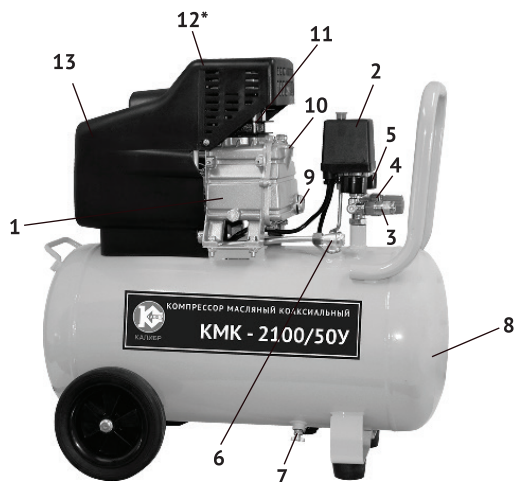
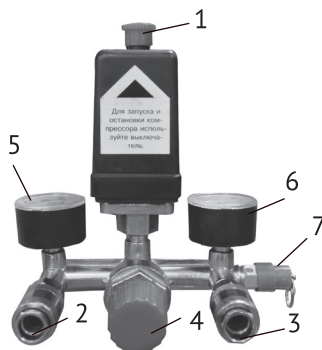

рис. 1
рис. 3
4.1 Общий вид компрессора схематично представлен на рис.1
4.2 Картер компрессорной группы (рис.1 поз.1) с двигателем закреплены на металлическом корпусе ресивера (рис.1 поз.8). Двигатель закрыт пластиковым кожухом (рис.1 поз.13). Вращение якоря двигателя преобразуется кривошипно-шатунным механизмом в возвратно-поступательное движение поршня. Сжатый воздух из выпускного клапана цилиндра подаётся в ресивер. При подключении к быстроразъёмным выходным штуцерам (рис.1 поз.3) коллектора пневмоинструмента, сжатый воздух подаётся к инструменту. Выходное давление в штуцерах регулируется редуктором (рис.1 поз.4) и контролируется манометрами.
При подключении компрессора к сети питания, убедитесь что, выключатель реле давления (рис.3 поз.1) находится в позиции «Выкл», положение «Отжато». Запустите компрессор, переведя выключатель в позицию «Вкл», положение «Нажато». Для обеспечения хорошей работы компрессора при первом запуске
рекомендуется оставить компрессор работающим в течение 5 - 8 минут с полностью открытыми выходными кранами (рис.3 поз.2,3) и редуктором (рис.3 поз.4), после чего откройте вентиль слива конденсата (рис.1 поз.7), находящийся снизу ресивера и слейте конденсат. После первых 5-ти часов работы компрессора проверьте крепление винтов головки цилиндра и кожуха двигателя (рис.1 поз.13).
Давление в ресивере показывает манометр расположенный справа (рис.3 поз.6), в то время как манометр находящийся слева (рис.3 поз.5), показывает давление на выходе, которое может регулироваться с помощью редуктора (рис.3 поз.4). Выходной штуцер (рис.3 поз.3) выдаёт сжатый воздух с максимальным рабочим давлением (в ресивере), а выходной штуцер (рис.3 поз.2) выдаёт сжатый воздух с рабочим давлением, установленным с помощью редуктора (рис.3 поз.4).
Так же компрессор оснащён предохранительным клапаном (рис.3 поз.7) для ограничения максимального давления в ресивере.
7.3 По окончании работы полностью сбросьте давление, открыв выходной штуцер (рис.3 поз.3).